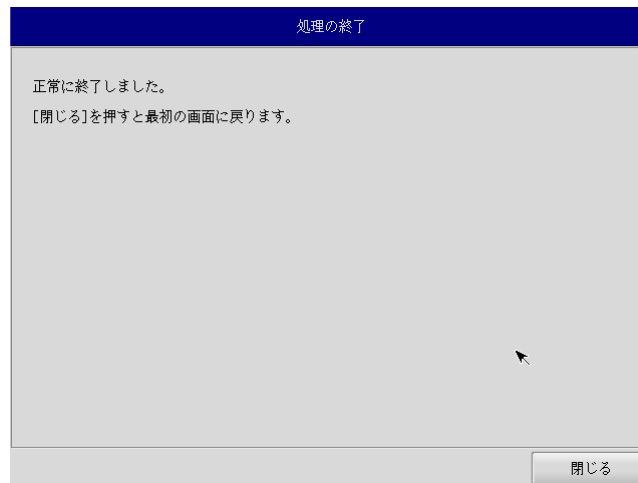

図 6-3-6. 終了画面
- ⑪ 終了画面（図 6-3-6）が表示されるとバックアップ作業は完了です。電源を落としてください。